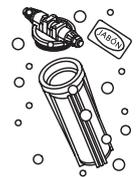

Figura 27.
5. Lava con agua, jabón y una esponja el vaso por dentro y por fuera, limpia la base con un trapo húmedo. Evita usar una fibra ya que puede dañar tu Purificador (ver Figura 27).